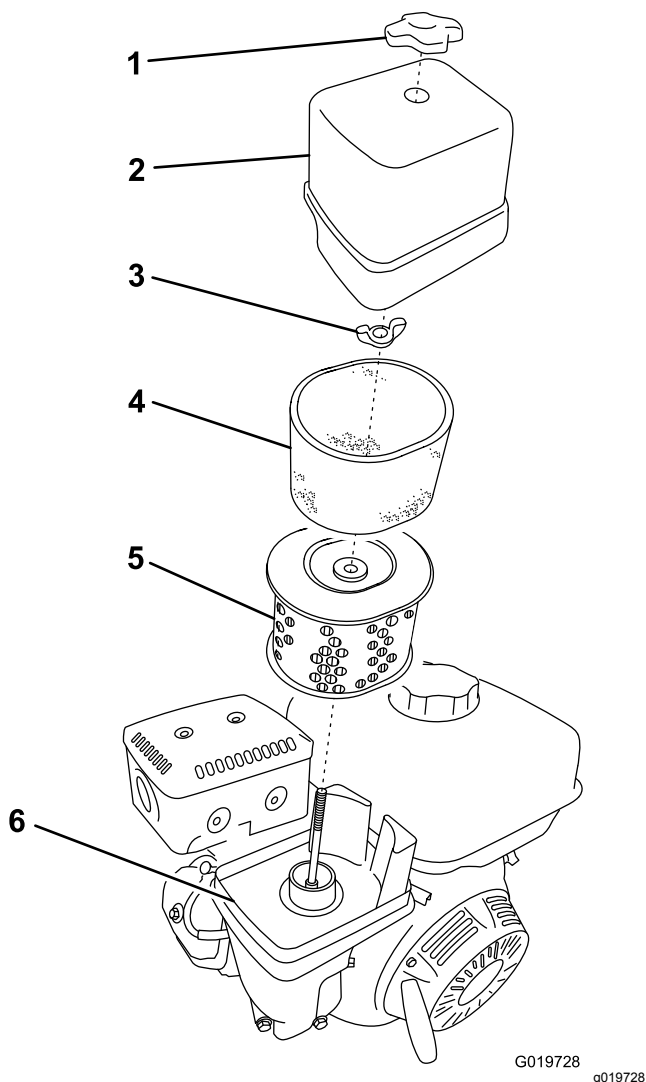

Figura 22
3. Retire la tuerca que sujeta la tapa (Figura 22).
5. Separe cuidadosamente de la base los elementos de gomaespuma y de papel (Figura 22).
6. Separe el elemento de gomaespuma del elemento de papel (Figura 22).